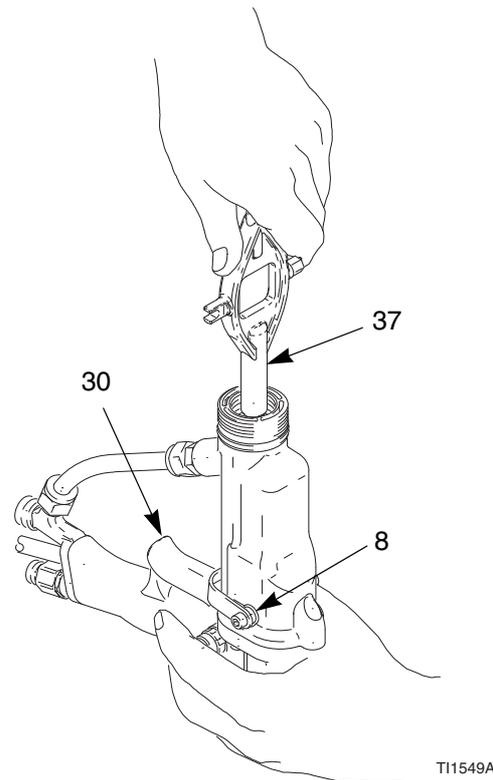

Fig. 14. Desmante el alojamiento de fluido
4. Retire los tornillos del gatillo (8) y el gatillo (30). Véase la FIG. 14.
5. Desmante la aguja (26), usando la herramienta multiusos (37).